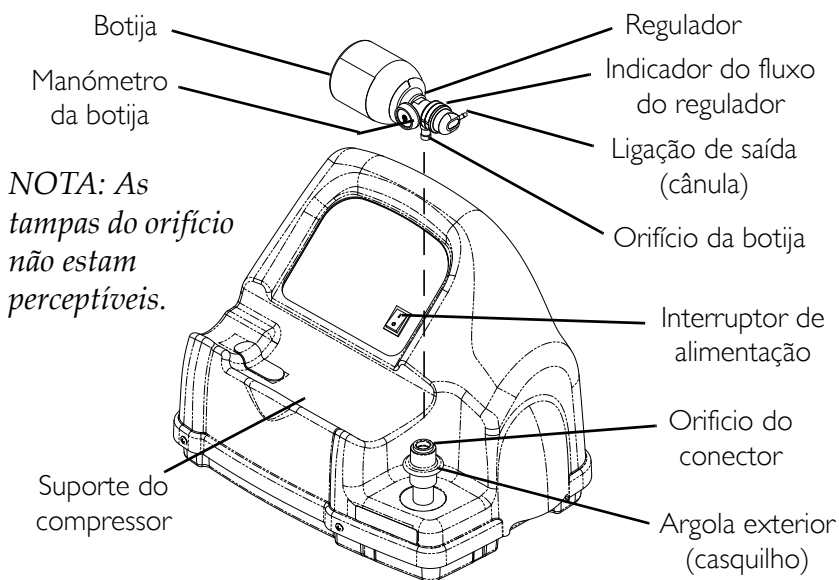

FIGURA 4.2 Ligar a botija ao compressor
NOTA: Relativamente a este procedimento, consultar a FIGURA 4.1 na página 228 e FIGURA 4.2 na página 229.
1. Inspeccionar o manómetro da botija. Se a pressão da botija for **inferior** a 1500 psig (10342 kPa), proceda ao PASSO 2 (FIGURA 4.2).
2. Desligue o botão regulador de fluxo da botija (FIGURA 4.2).
5. Segurar a botija/regulador na área por detrás do manómetro da botija (FIGURA 4.2).
6. Posicionar a botija no suporte do compressor (FIGURA 4.2).
7. Alinhar o orifício da botija com o orifício do conector (FIGURA 4.2).
8. Puxe para CIMA a argola(casquilho) exterior da orifício do conector, enquanto empurra para BAIXO no conjunto de botija/regulador, para unir o orifício da botija ao orifício do conector (FIGURA 4.2).